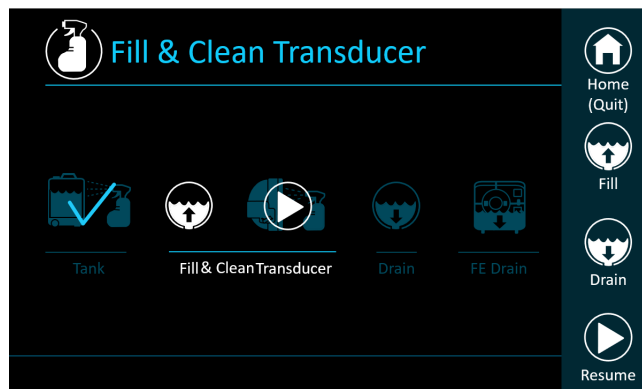

Figura 12-10: Pantalla «Fill & Clean Transducer» (Llenar y limpiar transductor)
- Paso 14. Una vez que el temporizador llega a cero, aparece una señal de finalización (**Figura 12-10**) y el sistema está listo para la siguiente etapa del ciclo de limpieza: Fill & Clean Transducer (Llenar y limpiar transductor)